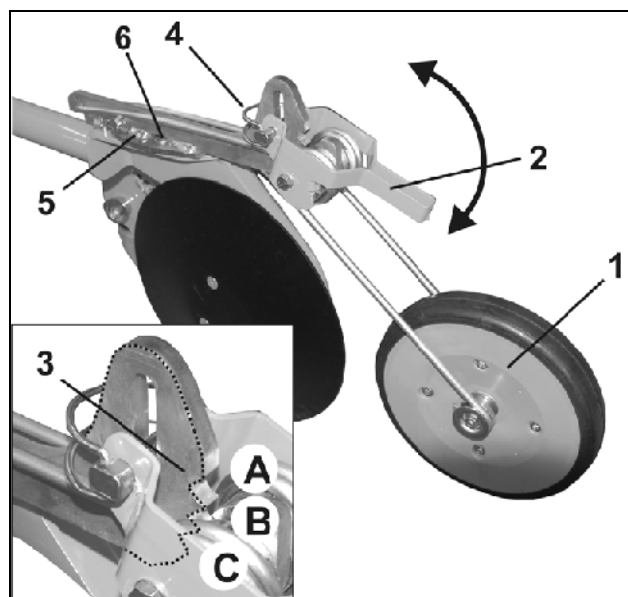

Fig. 21
Trykket til trykkvalsen (Fig. 21/1) er 3-dobbelt innstillbart.
- Sving låsespaken (Fig. 21/2) oppover slik at den løsner.
Trykkvalsen kan festes i 3 stillinger ved hjelp av fortanning (Fig. 21/1).
- Sving låsespaken (Fig. 21/2) opp for å løsne den.
- Fjern låsesplinten (Fig. 21/4).